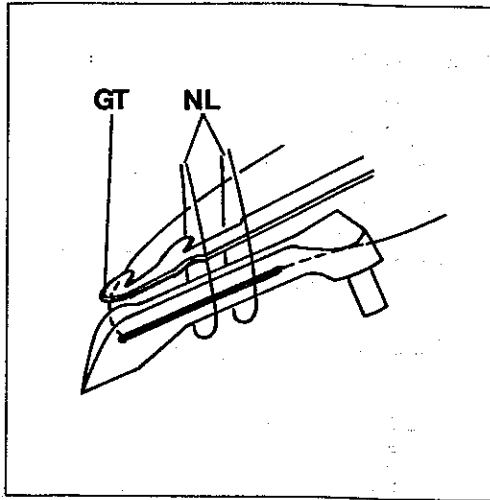
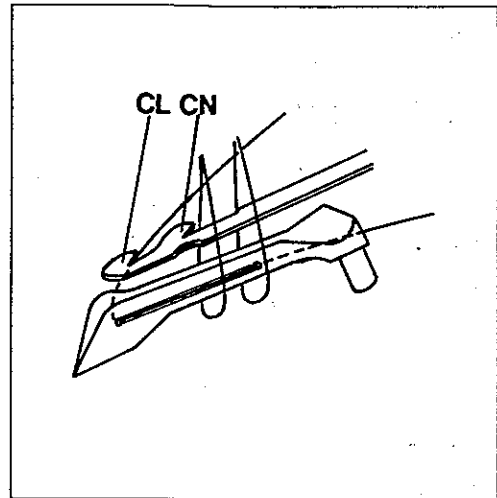

Fig.46
Fig.47
The setting of the lower knife tip described in item 3 is a basic adjustment. The setting has to be checked according to Figs. 46 and 47.
Die Einstellung der Untermesserspitze nach Punkt 3 ist eine Grundeinstellung. Die Einstellung muß entsprechend der Fig. 46 und 47 geprüft werden.
The lower knife must pass through the needle thread loops (NL, Fig. 46) and deflect the looper thread at edge (GT). When the lower knife swings back to the right, the looper thread must be caught by cutting edge (CL, Fig. 47) and the needle threads by cutting edge (CN) and drawn to the upper knife for cutting.
Das Untermesser muß durch die Nadelfadenschlingen (NL, Fig. 46) hindurchgehen und an der Kante (GT) den Greiferfaden ablenken. Wenn das Untermesser nach rechts zurück schwenkt müssen der Greiferfaden von der Schneide (CL, Fig. 47) und die Nadelfäden von der Schneide (CN) eingefangen und zum Abschneiden zum Obermesser gezogen werden.